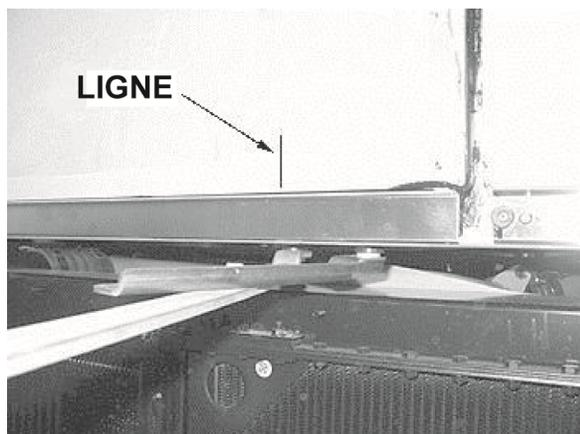

FIGURE 68: LIGNE DE RÉFÉRENCE
2. À l'aide d'un maillet en caoutchouc, ajuster la partie inférieure du bras du pantographe afin d'obtenir  $4 \pm 1$  mm entre le panneau latéral et la porte du compartiment moteur (voir les Figure 68 et Figure 69).